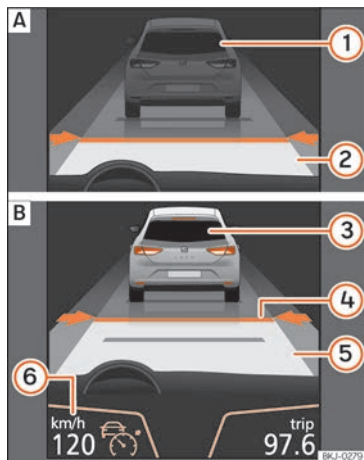
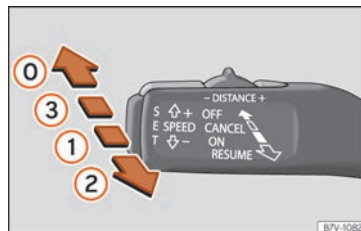
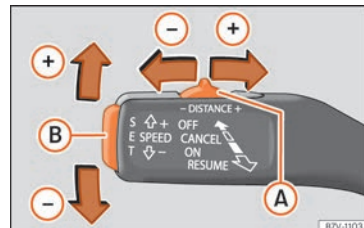

Fig. 255 Sur l'écran du combiné d'instruments : [A] ACC inactif (veille). [B] ACC actif.
Fig. 256 À gauche de la colonne de direction : troisième levier pour utiliser l'ACC.
Fig. 257 À gauche de la colonne de direction : troisième levier pour utiliser l'ACC.
Indication d'état sur l'écran » **fig. 255** :
Quand l'ACC est connecté, le témoin de contrôle vert s'allume sur le combiné d'instruments (V); la vitesse programmée et l'état de l'ACC s'affichent à l'écran » **fig. 255**.
- Pour activer l'ACC, placez le troisième levier sur la position **ON** » fig. 256 ①. À ce moment, l'ACC n'est pas actif et il n'y a pas de vitesse programmée.
- Appuyez ensuite sur la touche **SET** » fig. 257 ② ou placez le levier en position **RESUME** » fig. 256 ②. À ce moment, l'ACC est activé, la vitesse actuelle et la distance sont programmées. L'image du combiné passe au mode *Actif* » fig. 255 ③.
- Pour programmer la vitesse, déplacez le troisième levier vers le haut  ou vers le bas  jusqu'à la vitesse désirée » fig. 255 ⑥. Le réglage de la vitesse s'effectue par intervalles de 10 km/h (6 mph).
- Si vous souhaitez augmenter la vitesse par incrément de 1 km/h (0,6 mph), déplacez le levier vers la position **RESUME** » fig. 256 ② ou pour diminuer la vitesse appuyez sur la touche **SET** » fig. 257 ②.
- Pour augmenter ou réduire la distance, déplacez la touche **A** vers la droite ou la gauche » fig. 257.
La distance entre les deux véhicules » fig. 255 ④ est modifiée à l'écran du combiné d'instruments. Vous pouvez choisir entre 5 niveaux de distance. SEAT recommande le niveau 3. La distance programmée peut être modifiée lorsque le véhicule est à l'arrêt ou lors de la conduite » .
- Pour déconnecter l'ACC, placez le levier en position **OFF** (fixe) » fig. 256 ⑦. Le texte **ACC**
L'accélération du système peut être interrompue à tout moment en appuyant sur la pédale de frein ou en poussant le troisième levier vers l'arrière **CANCEL** » **fig. 256 ③**.
À l'entrée ou à la sortie de certains virages, le capteur radar peut perdre de vue le véhicule qui roule devant ou réagir à un véhicule sur l'autre voie » **fig. 258 A**. Il est possible que le véhicule freine sans raison ou cesse de réagir face au véhicule qui le précède. Dans ce cas, le conducteur doit intervenir en accélérant ou en interrompant le freinage en appuyant sur le frein ou en plaçant le troisième levier sur la position **CANCEL** » **fig. 256 ③**.